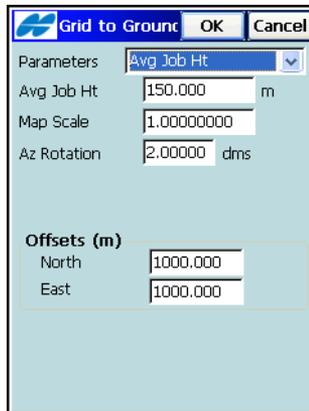

Abbildung 4-94. Streckenreduktion: Mittlere Projekthöhe
- Modus *Mittlere Projekthöhe* (Abbildung 4-94 auf Seite 4-80):